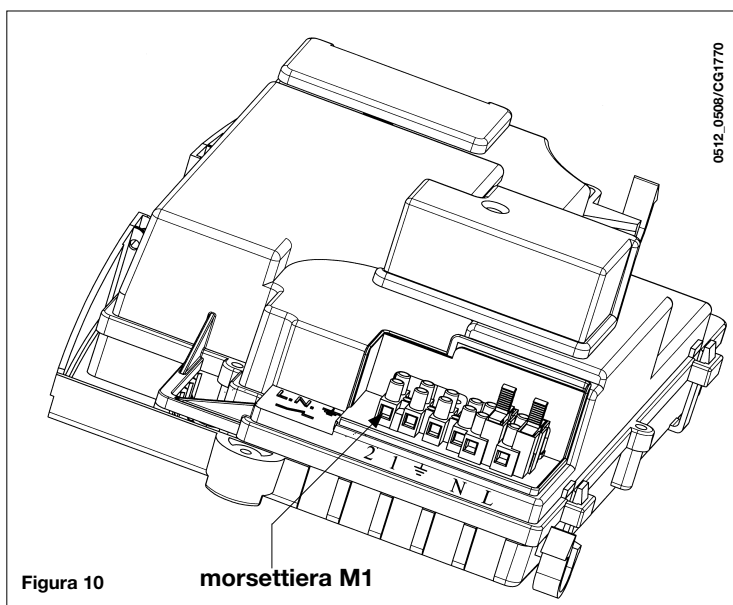

Figura 10
- togliere il coperchio ed accedere alla zona collegamenti elettrici (figura 10).
- accedere alla morsettiera di alimentazione (figura 10);
- collegare i terminali del termostato ambiente sui morsetti (1) e (2);